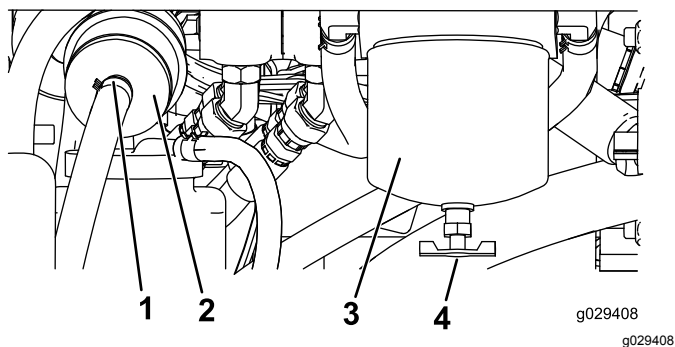

図 49
4. エンジン後方にある燃料フィルタ **図 49** を探し出し、その下に回収容器をおく。
4. エンジン右側にある燃料フィルタ **図 49** を探し出し、その下に汚れていない容器をおく。
5. フィルタ容器 (**図 49**) の周辺をウェスできれいにぬぐう。
6. フィルタ容器を外して取り付け部をきれいに拭く **図 49**。
9. ガスケットが取り付け部に当たるまで手でフィルタをねじ込み、そこからさらに 1/2 回転締め付ける **図 49**。
10. 燃料フィルタ容器の左側にあるインラインフィルタ **図 49** を探し出し、フィルタの側面についている燃料の流れ方向を示す矢印の向きを確認する。
11. インラインフィルタの前後両方のクランプをゆるめて、フィルタをホースから外す **図 49**。外したフィルタは廃棄する。
12. 新しいフィルタにホースを接続する **図 49** フィルタについている矢印がエンジン電気燃料ポンプの方を向くように取り付けること。